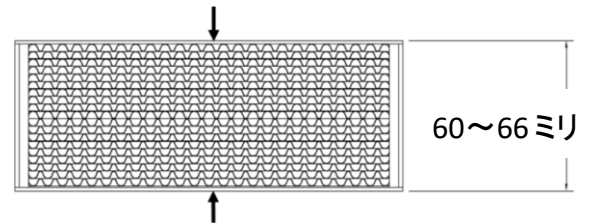

図 8. コンバスター: 寸法の目安
8. 多少の歪みや変形は使用年数に応じて生じますが、コンバスターがしっかりと納まっていれば問題はありません。変形が許容範囲かどうかは下図の寸法を目安にしてください。(図8. 参照)
多少の歪みや変形は使用年数に応じて生じますが、コンバスターがしっかりと収まっていれば問題はありません。変形が許容範囲かどうかは上図 8. の寸法を目安にしてください。